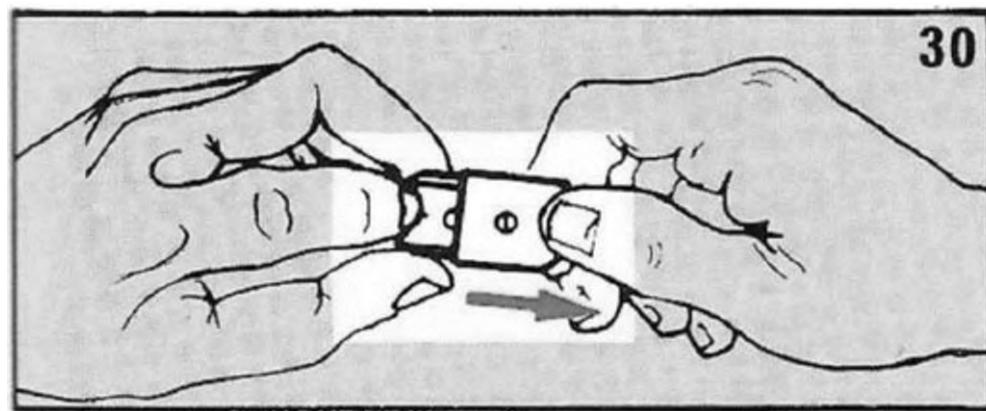

Рисунок 4.34 – Порядок зняття фіксатору з основи магазину
- 5) обережно утримуючи пружину вказівним пальцем, зніміть основу магазину (іншою рукою) (рисунок 4.34);